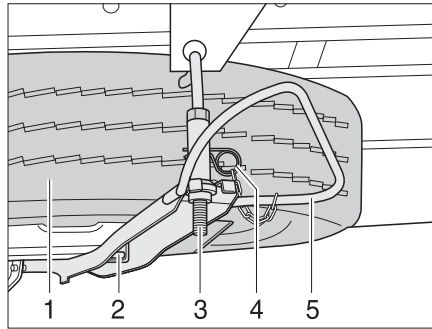

Fig. 307 Soporte para la rueda de repuesto (Iveco)
- Extraer la clavija hendida (Fig. 307,4).
- Presionar el gancho (Fig. 307,5) contra la rueda de repuesto y desenganchar el soporte (Fig. 307,3).
- Desenroscar la tuerca (Fig. 307,2) y sacar la rueda de repuesto (Fig. 307,1).